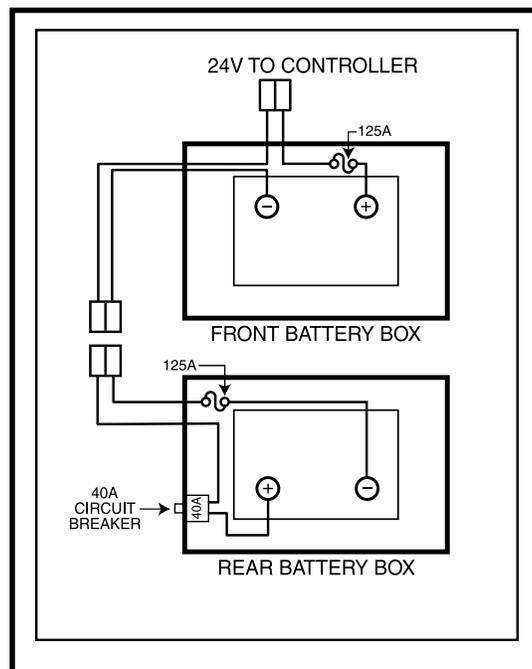

Figura 31. Diagramma cablaggio batteria
12. Localizzare i punti di scollegamento rapido sul telaio e scollegarli entrambi. Vedere figura 31.